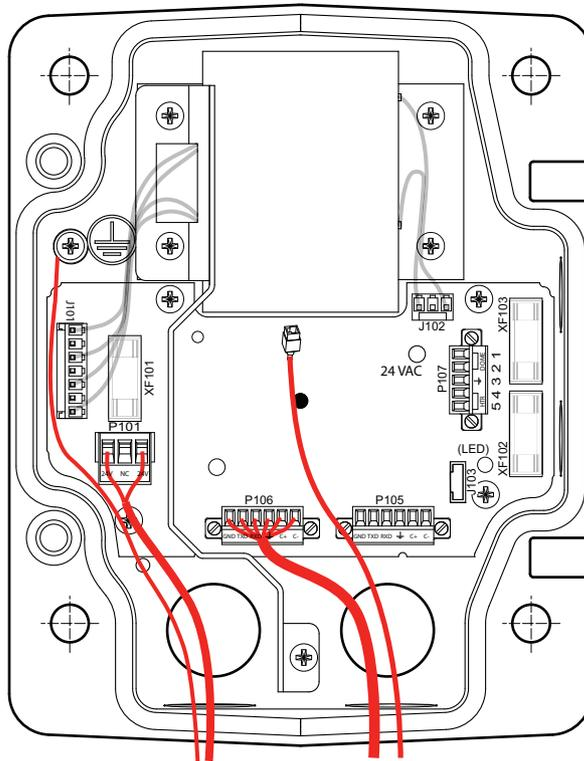

Figura 2.2 Caja de alimentación del brazo de pared
3. Recorte los cables dejando la suficiente longitud para que alcancen los terminales del conector, pero de forma que no queden pillados ni dificulten el cierre del brazo de pared. Consulte *Figura 2.2, Página 19* para saber dónde se encuentran los conectores.